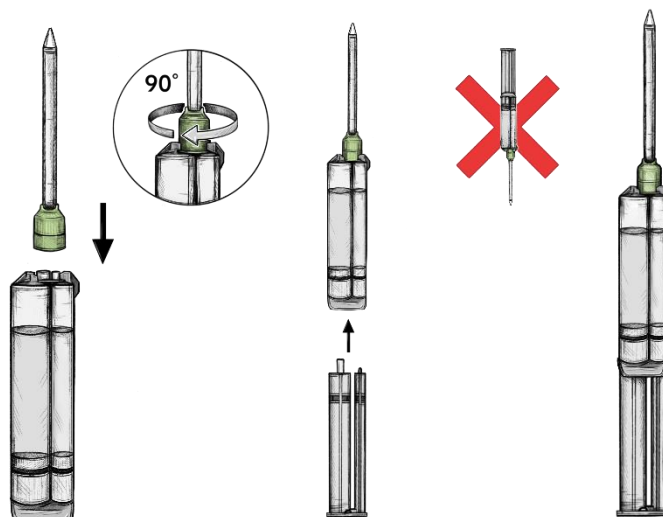

Imagen. 5
5. Empuje la punta del aplicador firmemente hacia la jeringa y gire la tuerca de la punta del aplicador 90° en sentido horario para bloquear la punta en la jeringa (fig. 5). Si no se gira la tapa, la punta de aplicación no quedará bloqueada y podría caerse de la jeringa antes o durante la aplicación, y el glutaraldehído sin reaccionar con la albúmina podría provocar daños en los tejidos.
6. Mantenga la jeringa en posición vertical e inserte el émbolo doble en la parte posterior de las cámaras correspondientes de la jeringa hasta que note la resistencia de los émbolos de silicona (fig. 5).